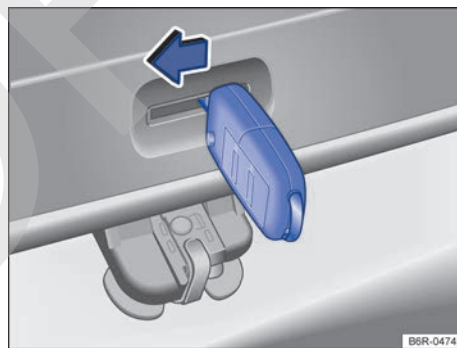

Fig. 152 Del lado de adentro del maletero: apertura de emergencia de la tapa trasera.
- Inserte la llave del vehículo en la apertura de la tapa trasera → **fig. 152** y presione la palanca de desbloqueo en el sentido de la flecha para destrabar la tapa trasera.